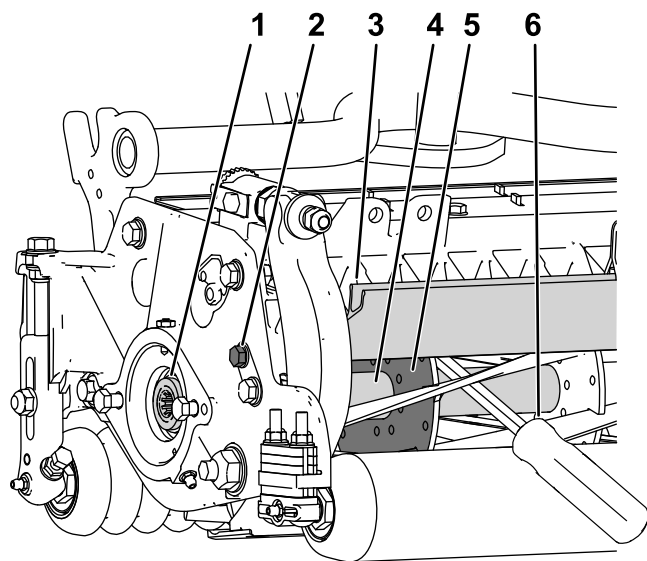

Figura 31
1. Desaperte o parafuso do resguardo no lado esquerdo da unidade de corte e eleve o resguardo traseiro (Figura 31).
2. Insira um pé de cabra de cabo longo (recomendado 3/8 x 12 pol. com pega de chave de parafusos) através da traseira do cilindro de corte, o mais próximo do lado da unidade de corte que irá apertar (Figura 31).
3. Coloque o pé de cabra contra o lado soldado da placa de suporte do cilindro (Figura 31).